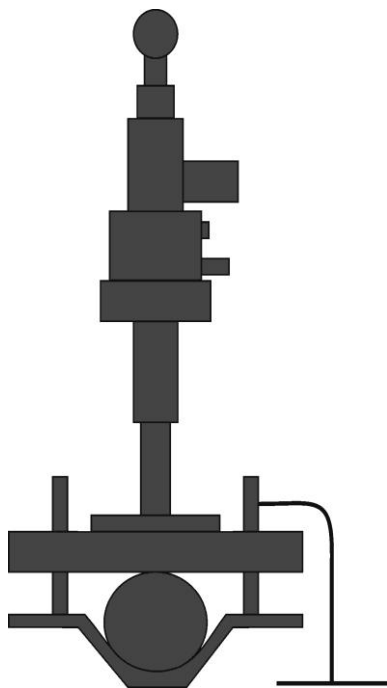

图 1
3. 最好用手摸出电缆的各相位置，然后选择枪口对准电缆某相的正上方（最高点）夹紧（图 1）；